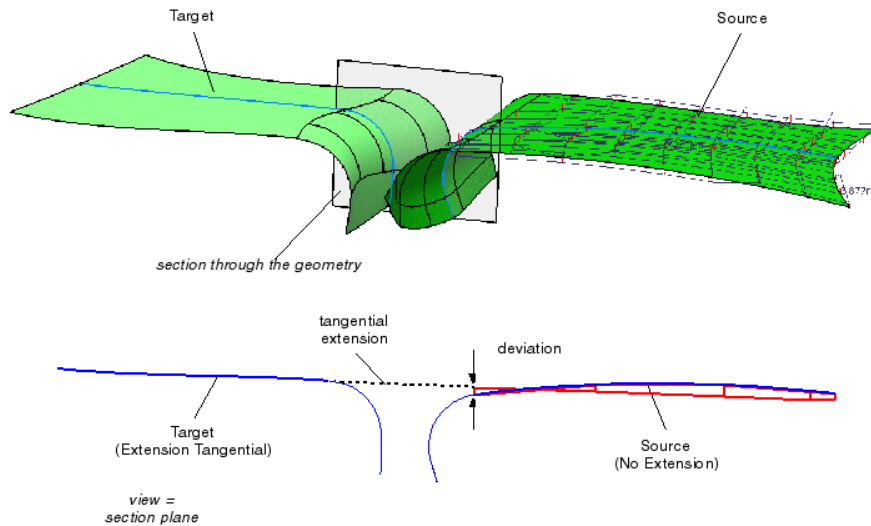

Figura 2.167 Ejemplo de análisis con Extended Surface (extensión de la superficie origen).
- **Extension of a Target Surface (Figura 2.167):**